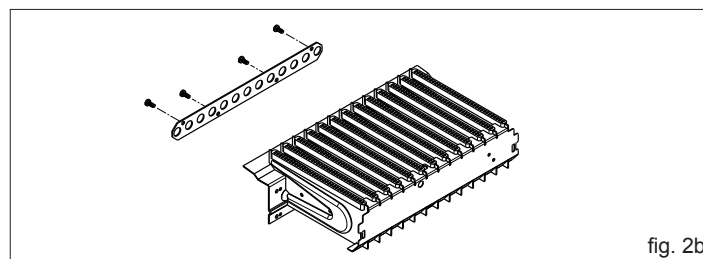

fig. 2b
- se trattasi di trasformazione da gas metano o aria propano a GPL, fissare la flangia bruciatore contenuta nel kit utilizzando le relative viti (fig. 2b)
- se trattasi di trasformazione da gas GPL a metano o a aria propano, rimuovere la flangia bruciatore (fig. 2b)